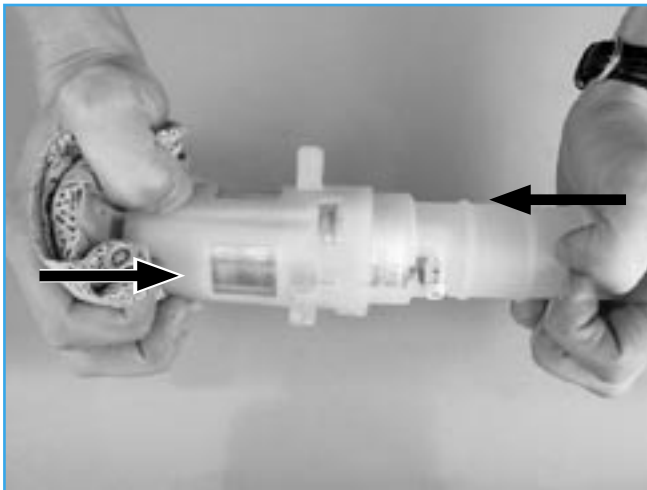
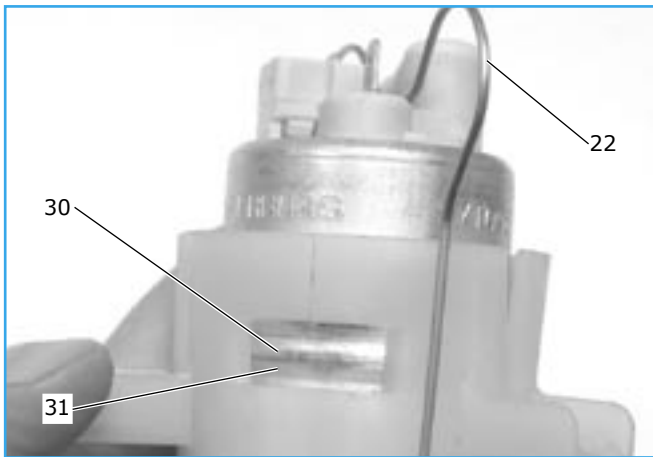
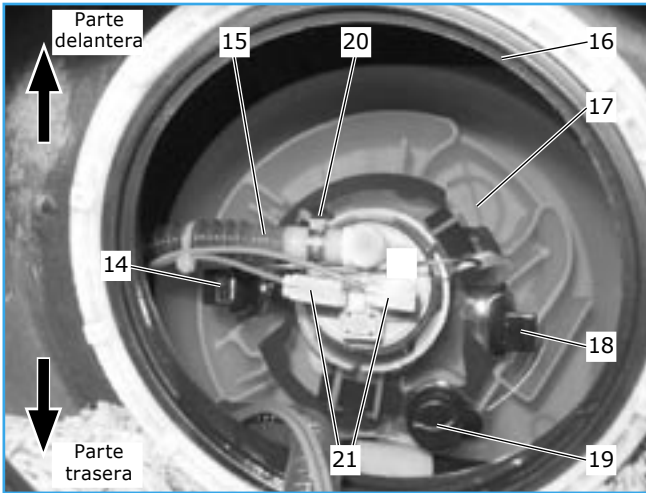

Figura 9
Figura 12
Figura 14
- Al presionarlo, proteger el filtro de admisión de la bomba contra daños con la ayuda de un paño libre de pelusa (véase figura 9)
- Introducir la bomba en el manguito mediante la herramienta de tal manera que el racor de admisión (29) encaje en el correspondiente orificio (28) situado en el fondo del manguito.
- ☞ Al presionar, debe protegerse el filtro de admisión contra daños mediante un paño libre de pelusa (véase figura 9).
- La bomba habrá entrado lo suficiente en el momento en que en el orificio (31) del manguito se vea la soldadura (30). En caso de que la bomba no entrara tanto, el manguito y la bomba se encontrarán girados entre ellos y el racor de admisión (29) no encaja bien en el correspondiente orificio (28) situado en el fondo de manguito. Una vez esté la bomba bien colocada dentro del manguito, debe sacarse la herramienta de la bomba
- Fijar la bomba mediante el estribo (22) dentro del manguito (véase figura 12)
- Deslizar la nueva bomba con su manguito (23) hacia dentro del soporte (25).
- ☞ Véase figura 14 para la situación de montaje correcta. En la vista desde arriba se puede apreciar la válvula de sobrepresión (19) mostrando hacia abajo a la derecha y el racor hacia la izquierda.
Véase figura 14 para la correcta situación de montaje.